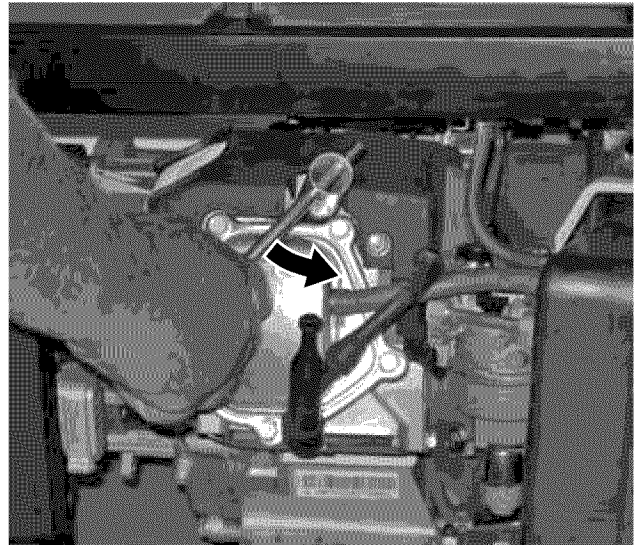

Figura 40 – Procedimiento para extraer la bujía
5. Con la llave de cubo de 13/16" para bujías suministrada, retire la bujía de la cabeza del cilindro (vea la Figura 40).